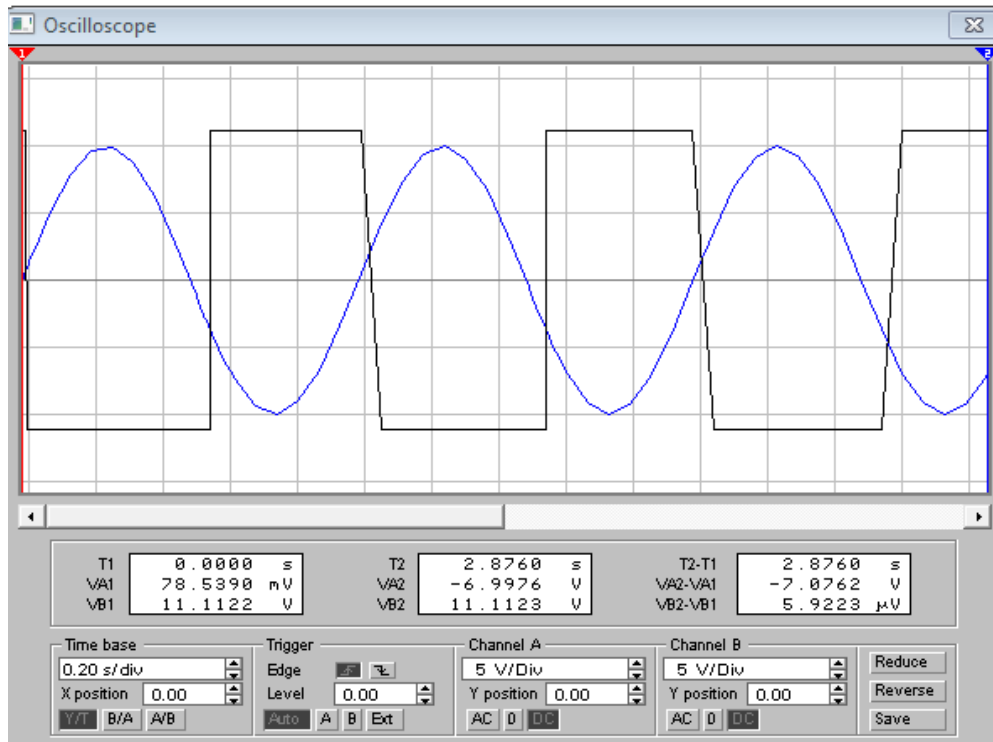

Рисунок 8.8 - Осцилограми напруг тригера Шмітта
8. З віртуального осцилографа замалювати осцилограми вхідної і вихідної напруг тригера Шмітта (рис. 8.8).